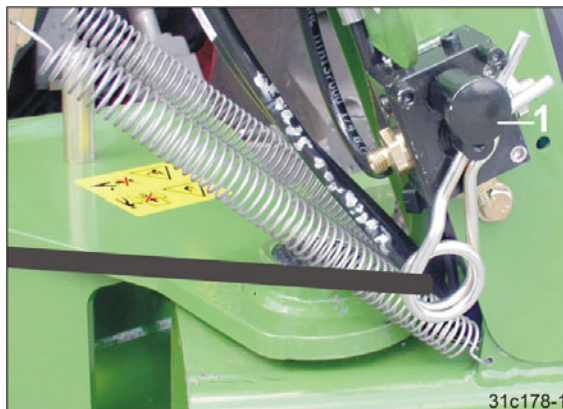

Рис. 143
- 3.1 Включите клапан (Рис. 143/1). Это необходимо для опорожнения гидроаккумулятора.